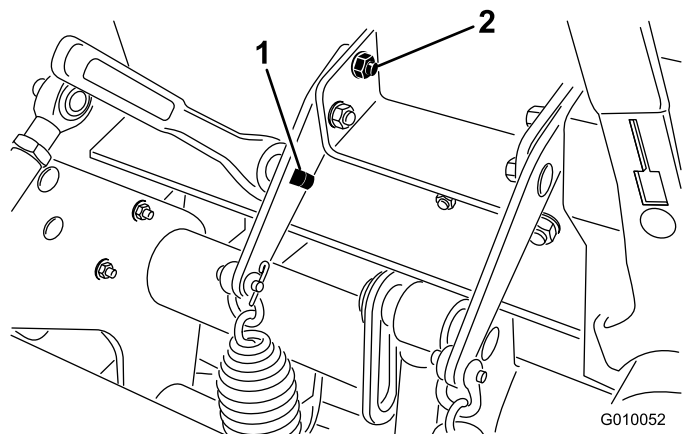

Figura 28
3. Introduzca una llave de carraca de  $\frac{1}{2}$ " en el orificio cuadrado del soporte del muelle (Figura 28)